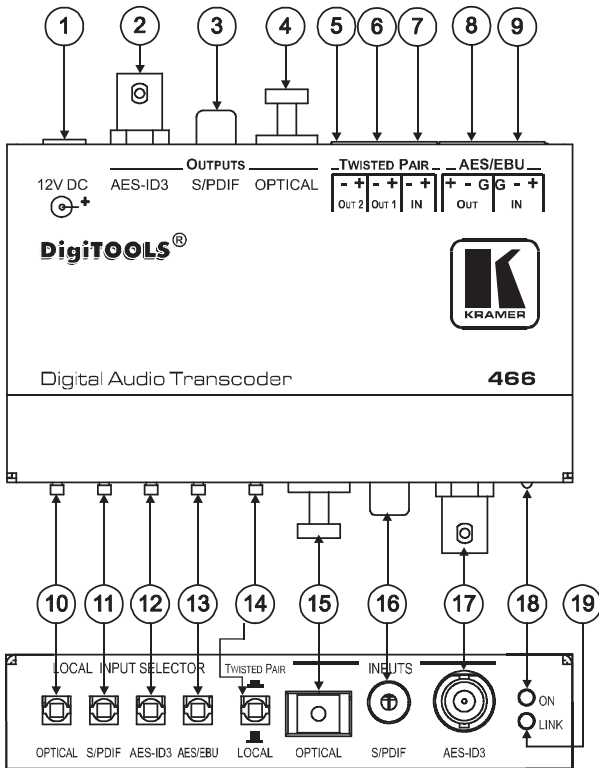
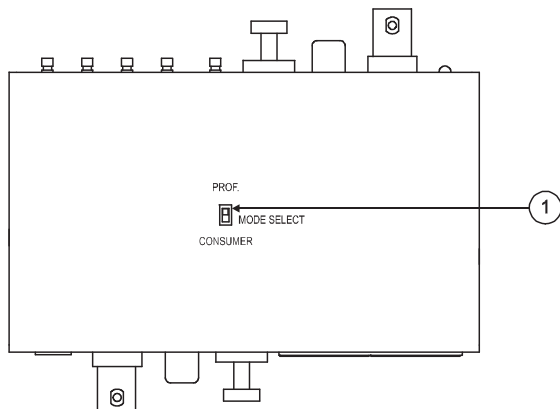

Рис. 1. Транскодер цифровых звуковых сигналов 466
Рис. 2. Переключатель выбора режима на обратной стороне транскодера 466
На рис. 1 и в табл. 1 дано определение органов управления транскодера **466**, а на рис. 2 и в табл. 2 описаны органы управления, находящиеся на обратной стороне прибора.
5. Установить переключатель MODE SELECT в положение PROF. или CONSUMER, в зависимости от ваших требований (см. рис. 2).
- Установить переключатель MODE SELECT в положение PROF. или CONSUMER, в зависимости от ваших требований (см. рис. 2).
- Установить переключатель MODE SELECT на каждом приборе **466** в положение PROF. или CONSUMER, в зависимости от ваших требований (см. рис. 2).
4. Установить переключатель MODE SELECT на каждом приборе **466** в положение PROF. или CONSUMER, в зависимости от ваших требований (см. рис. 2).